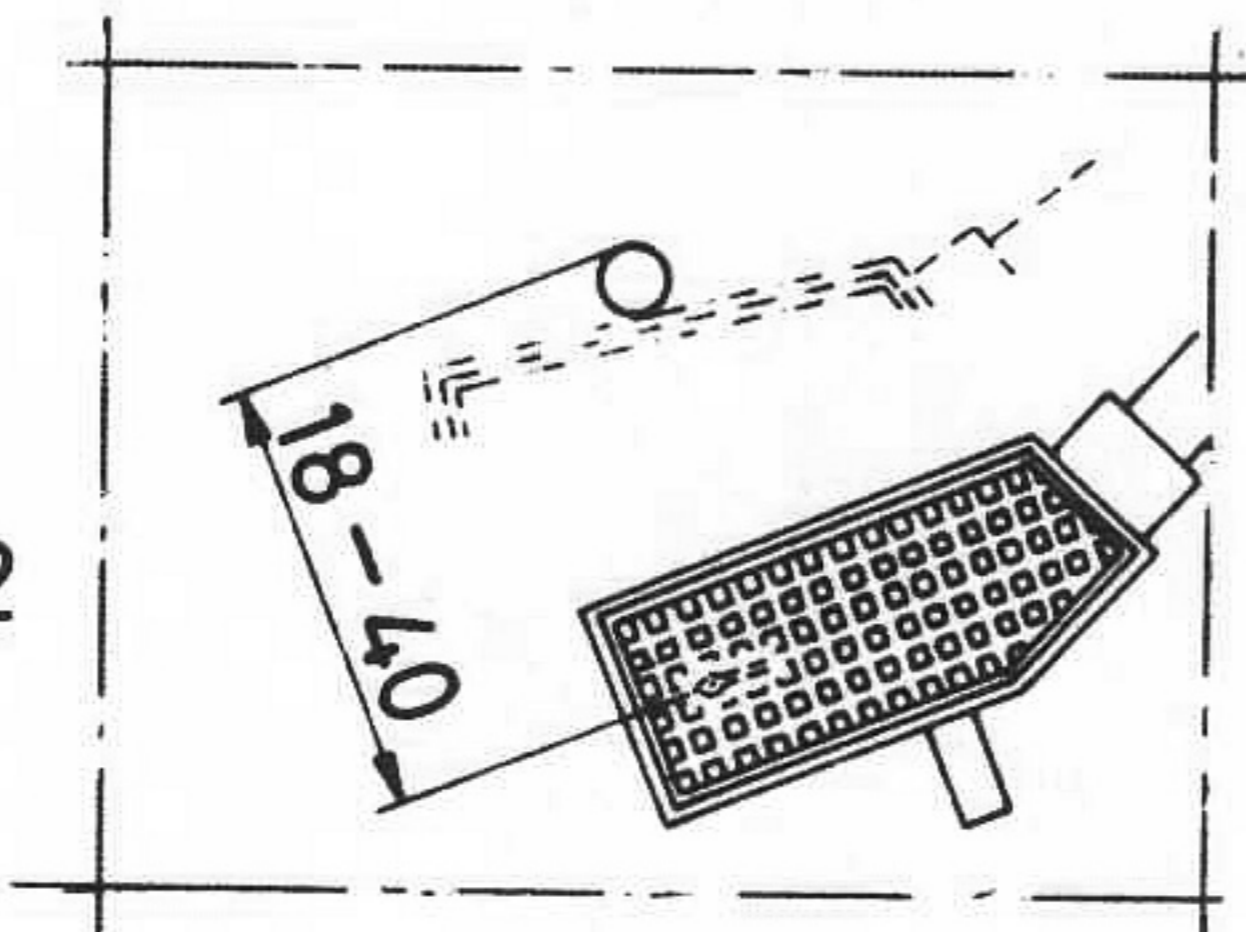

Fig. 16
Innerläget justeras genom att tonarmen föres inåt mot centrum, varvid den vertikala fliken (22) på manöverarmen (16) bockas, så att nålmikrofonens nålspets får ett avstånd mellan 18 och 40 mm från centrumaxelns "baksida". Fig. 16.